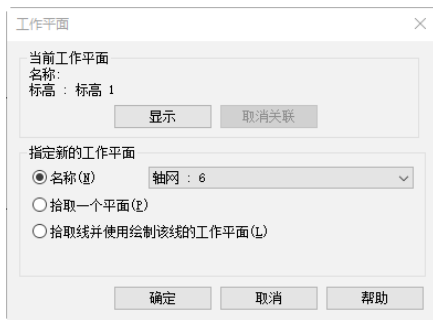

图 11-61 “工作平面”对话框
(1) 打开 11.1.1 节绘制的文件，将视图切换到楼层平面“标高 1”。
(2) 单击“结构”选项卡“工作平面”面板中的“设置”按钮，打开“工作平面”对话框，在“名称”单选项，在其下拉列表中选择“轴网: 6”，如图 11-61 所示，其他采用默认设置，单击“确定”按钮。